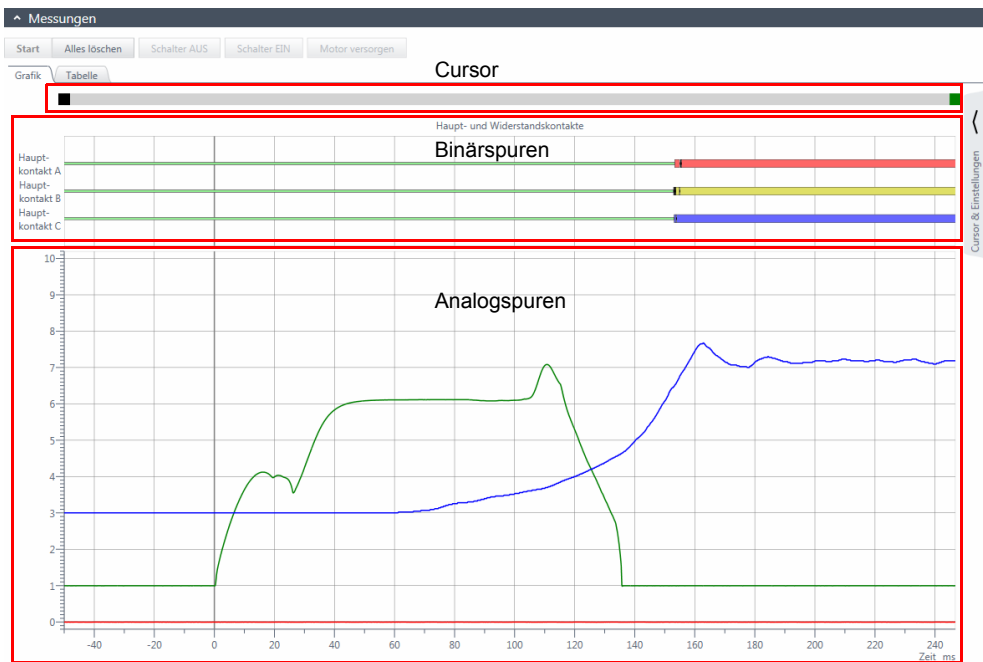

Abbildung 13-1: Beispiel für die grafische Anzeige der Messdaten
Für manche Prüfungen bietet *Primary Test Manager* eine grafische Anzeige der Messergebnisse. Die grafische Darstellung der Messergebnisse zeigt einen Cursorbereich, einen Bereich für die Binärspuren und einen Bereich für die Analogspuren (siehe Abbildung 13-1: "Beispiel für die grafische Anzeige der Messdaten"). *Primary Test Manager* zeigt die Analogspuren als oszilloskopische Darstellung.
Da die grafische Anzeige Kurven mit unterschiedlichen Einheiten darstellen kann, ist die Y-Achse nicht direkt mit der jeweiligen Einheit skaliert und beschriftet, sondern mit einer neutralen Skalenteilung ohne Einheiten. Die tatsächliche Skalierung der Grafik, d.h. beispielsweise wie viele Ampere pro Teilungseinheit dargestellt werden, erfolgt im Registerblatt **Einstellungen**. So hat zum Beispiel der Kanal B-2 (A) in Abbildung 13-1: "Beispiel für die grafische Anzeige der Messdaten" auf Seite 87 seinen höchsten Wert bei der siebten Teilungseinheit. Da der Offset auf der Y-Achse 1 Teilungseinheit beträgt und die Amplitude auf 1 A/Div eingestellt ist (siehe vorhergehende Abbildung Abbildung 13-3: "Arbeitsbereich für Cursor & Einstellungen: Registerblatt **Einstellungen**"), beträgt der Spitzenstrom der Schließspule ca. $(7-1) \times 1 = 6 \text{ A}$.